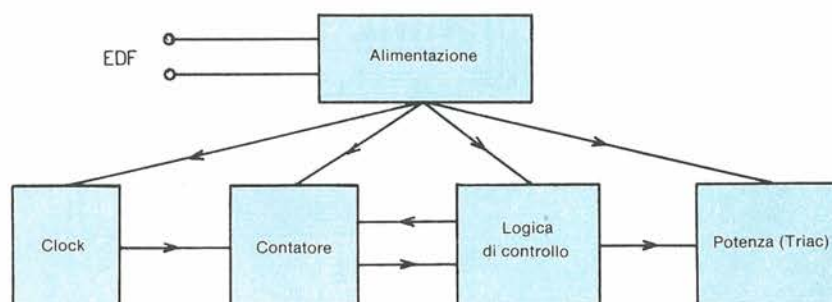
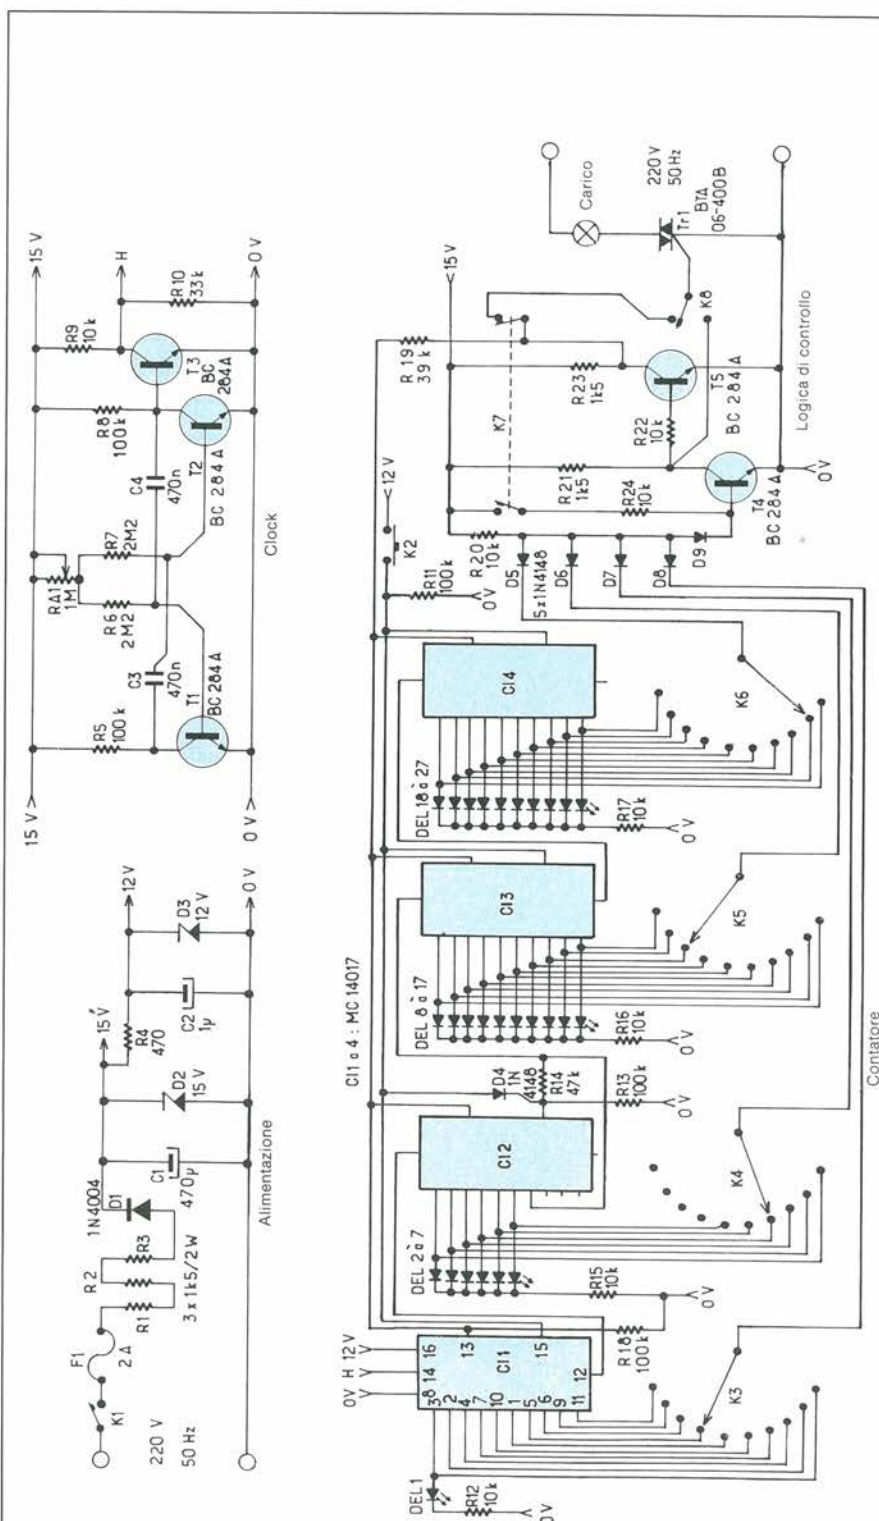

Figura 1. Schema a blocchi del dispositivo.
Figura 2. Schema elettrico di principio.
b) Montaggio: l'identificazione dei componenti avviene mediante un reticolo di coordinate ortogonali con passo di 2,54 mm (0,1 pollici). Le ordinate sono individuate da lettere (a, a', b, b', c, c', eccetera) e le ascisse da cifre (1, 2, 3, 4, eccetera). Nella tabella sono fornite le coordinate dei punti di montaggio di ciascun componente, che così potrà essere correttamente posizionato a colpo sicuro. In Figura 2 è illustrato lo schema elettrico completo del temporizzatore. Sullo schema a blocchi di Figura 1 è possibile osservare che il dispositivo può essere suddiviso in cinque sottogruppi: